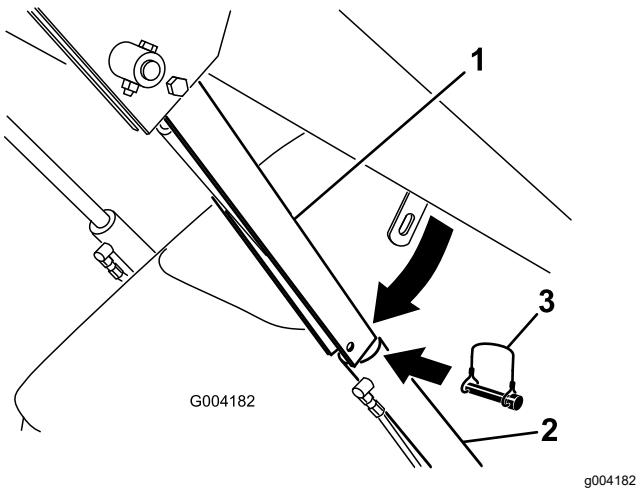

Bild 22
4. Entfernen Sie den Klappstecker, mit dem das Zylinderschloss am Hubarm befestigt ist (Bild 22).
5. Senken Sie das Zylinderschloss über die Zylinderstange und befestigen Sie es mit dem Klappstecker (Bild 22).